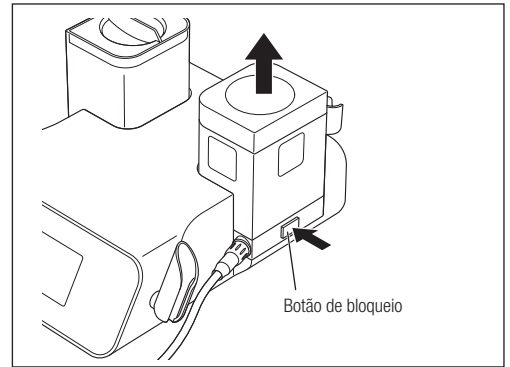

Fig. 41
- 3) Aperte o botão de bloqueio para remover a câmara. Em seguida, puxe a câmara para cima em linha reta (Fig. 41).